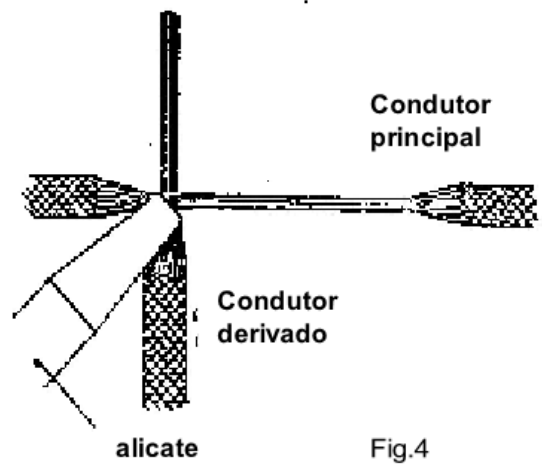

Fig.4
a) Cruze o condutor à 90° com o principal e segure-os com o alicate universal. (Fig.4).